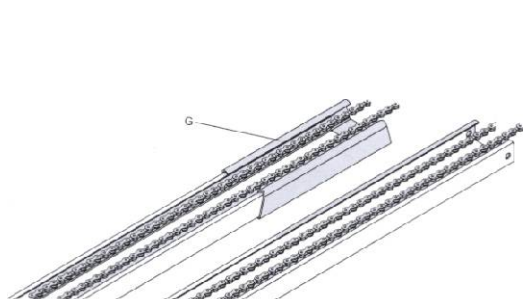

рис.7
- Установите деталь G, как показано на рис. 7.